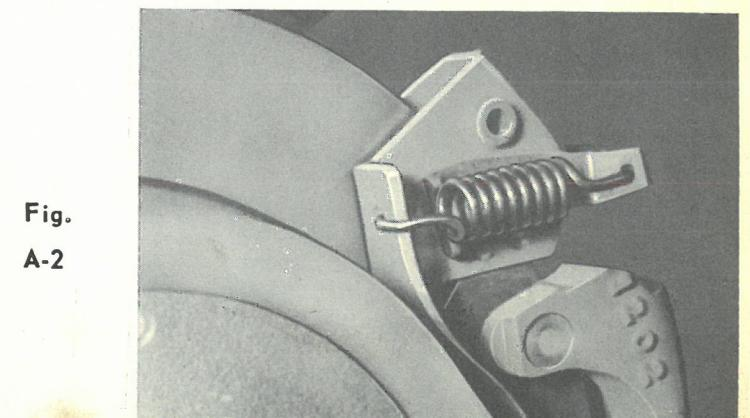

Fig. A-2
- 5 ) - Basculer les cavaliers ( Fig. A-2 ). Utiliser un tournevis comme levier.
- 6 ) - Basculer les cavaliers ( Fig. A-2 ) et dégager l'étrier. Repérer la position des garnitures et les déposer.
- 10 ) - Basculer les cavaliers, poser les axes et leurs joncs ( Fig. A-2 ). Resserrer les branches des joncs avec une pince.
- 5 ) — Basculer les cavaliers ( Fig. A-2 ), dégager l'étrier et repérer la position des garnitures avant de les retirer.
- 5 ) - Basculer les cavaliers ( Fig. A-2 ), dégager légèrement les étriers jusqu'à pouvoir introduire entre les garnitures l'outil indiqué ( Fig. A-5 ).